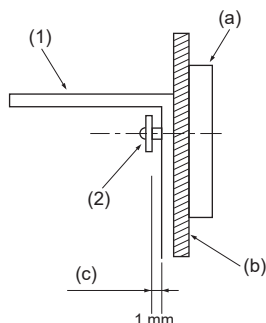

Fig. 3-4
- Primeiro, instale o suporte na parede e depois aperte o parafuso de maneira que o suporte possa deslizar para cima e para baixo. (Fig. 3-4)
(1) Suporte de prevenção de queda
(2) Parafuso de derivação